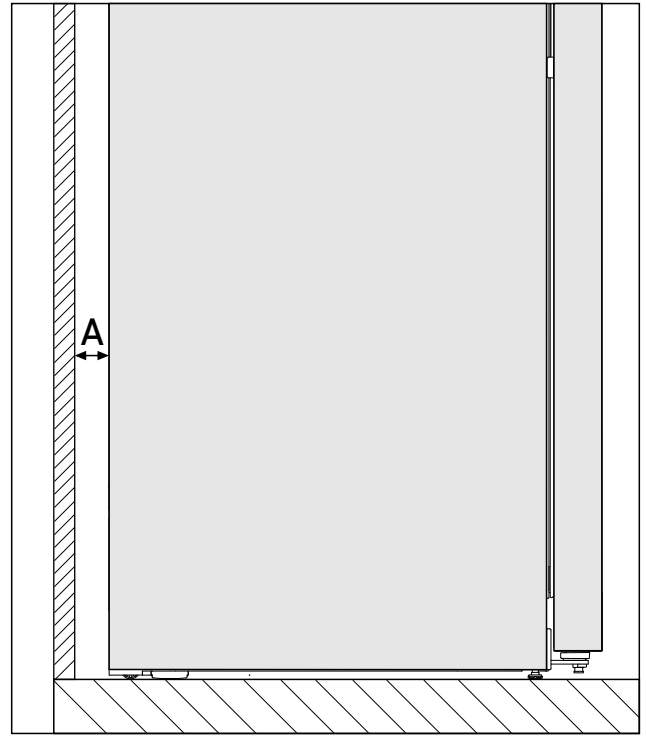

Fig. 2 \*
Der Energieverbrauch wurde mit einem Wandabstand Fig. 2 (A) zwischen Geräterückseite und Wand ermittelt. Wenn der Wandabstand weniger als Fig. 2 (A) beträgt, hat dies keinen Einfluss auf die Funktionsfähigkeit des Geräts, allerdings erhöht sich bei geringerem Wandabstand der Energieverbrauch geringfügig.\*